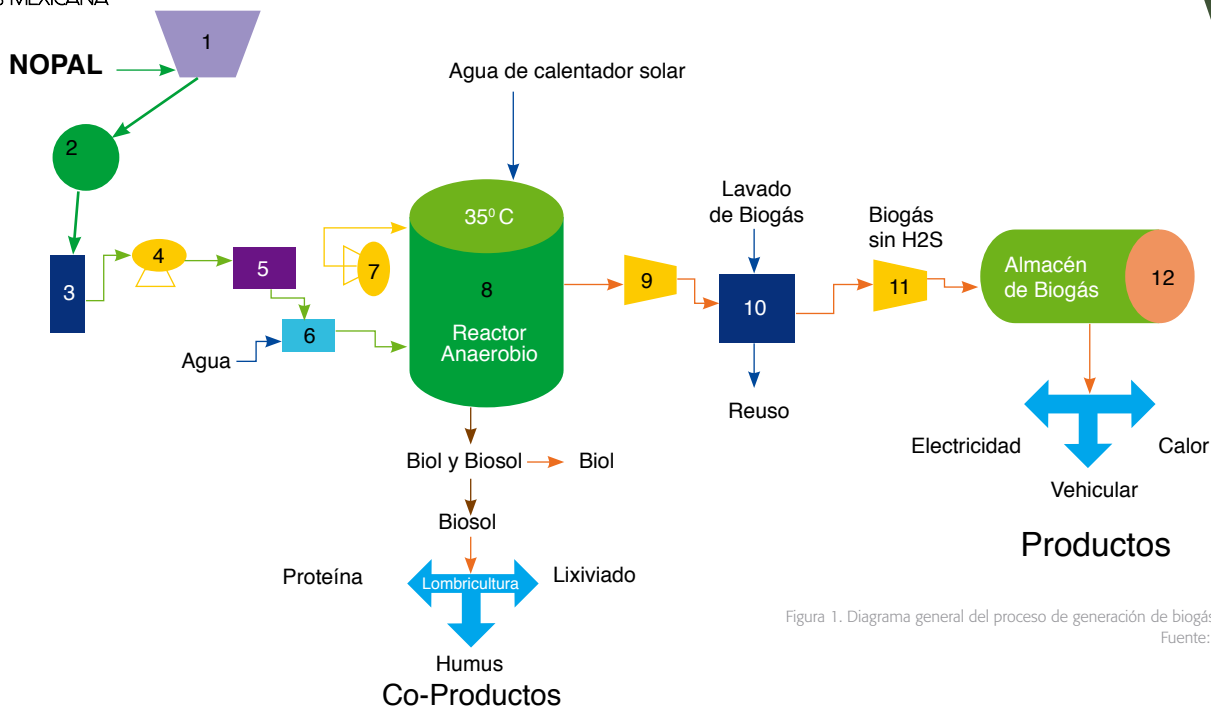

Figura 1. Diagrama general del proceso de generación de biogás con nopal.
Una vez generado el biogás, es llevado a los filtros de limpieza, tanques de purificación y finalmente a los tanques de almacenamiento, el biogás es sometido a secado y compresión para su posterior uso (Ver figura 1).
- Realizar el levantamiento previo y preparación de materiales en la instalación de un sistema fotovoltaico interconectado a la red en baja tensión, sin respaldo de baterías, como el que se muestra en la Figura 1.